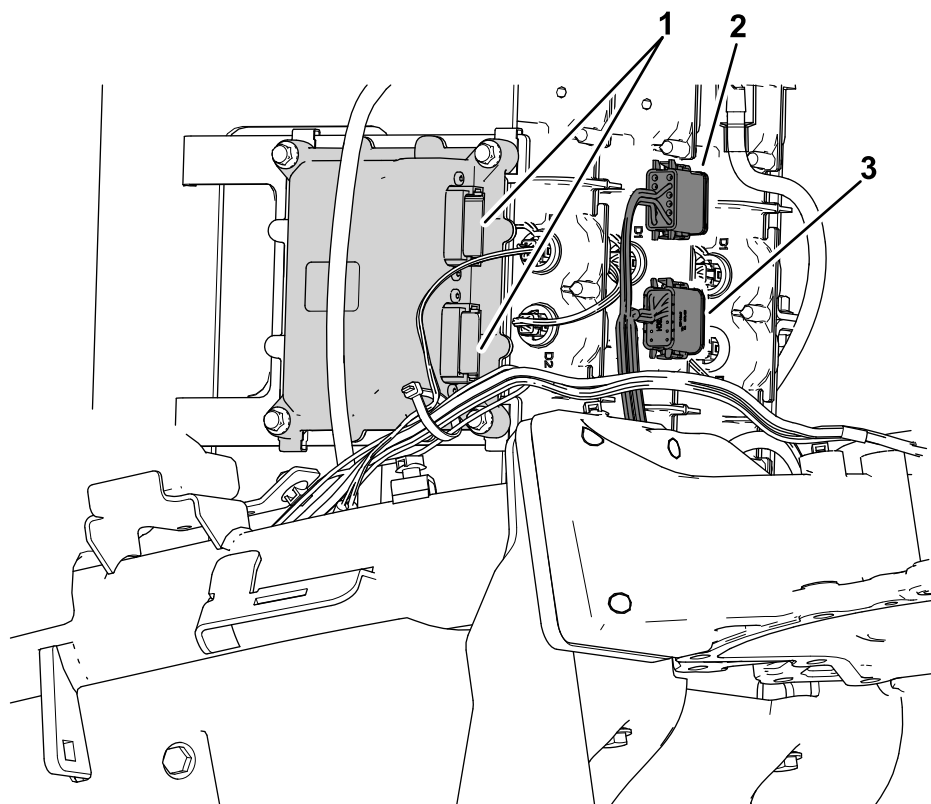

Figura 31
3. Fissate i connettori del cablaggio preassemblato esistente della macchina contrassegnati come P02 e P03 al controller TEC (Figura 31).